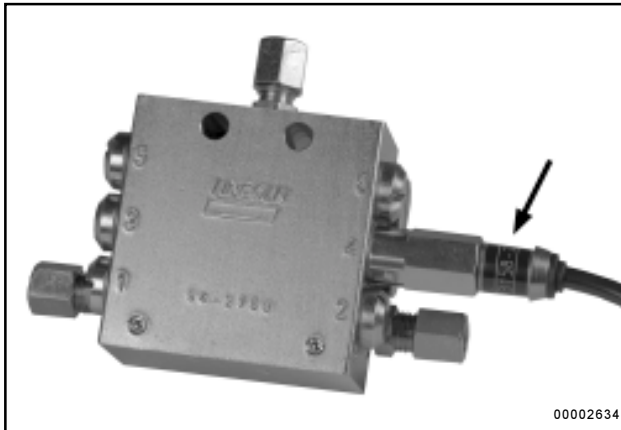

Abb. 20 - Kolbendetektor
- Kommt innerhalb 30 Minuten vom Kolbendetektor (Abb. 20) **kein Abschaltsignal** an der Steuerplatine an, erfolgt eine **Störmeldung**, siehe unter Anzeigefenster der Folientastatur.